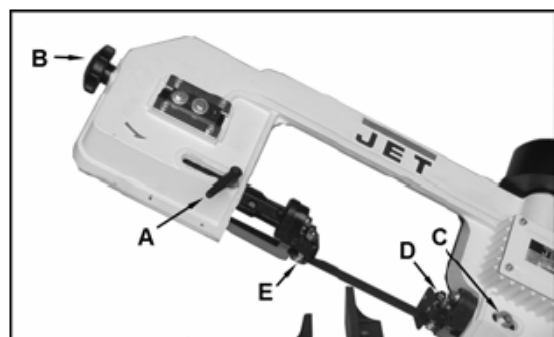

Рис.8
Вращайте ручку натяжения полотна (В, Рис.8), пока не достигнете необходимого натяжения.
Ослабьте направляющую рукояткой (А, Рис.8) и переместите опорный узел (Е) как можно ближе к отрезаемой заготовке.
Ослабьте гайку (С, Рис.8) и переместите опорный узел (D) как можно ближе к отрезаемой заготовке.
Если Вы вращаете резьбовой штифт (В, Рис.8) по часовой стрелке, ленточное полотно подходит к буртику шкива.